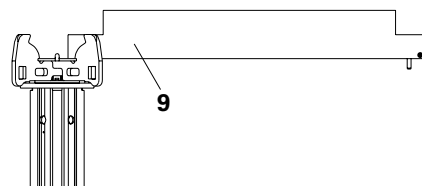

Fig. A5.03
- à la tête d'étau dans la direction transversale. (Fig. A5.03)